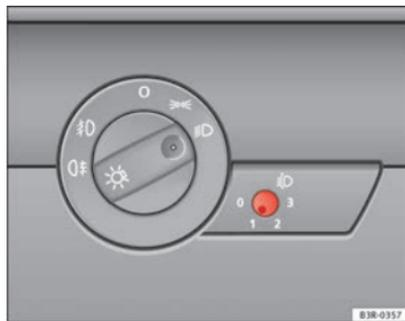

Fig. 88 Regulação do alcance dos faróis
- Pressione brevemente o botão  ⇒ Fig. 88 para o retirar da sua posição.